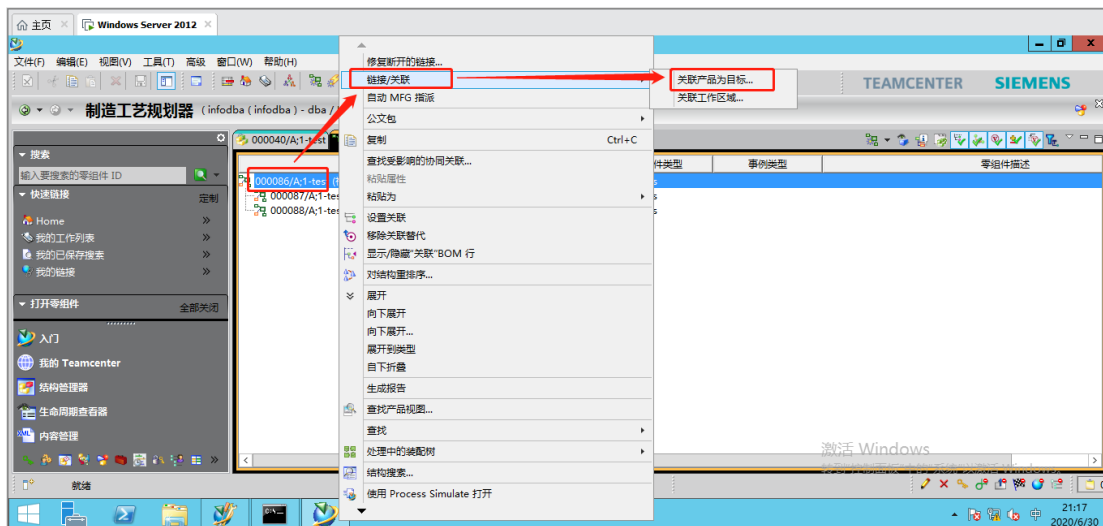

图 3
3.选择 BOP 总节点，右击，选择“链接/关联->关联产品为目标”，如图 3；